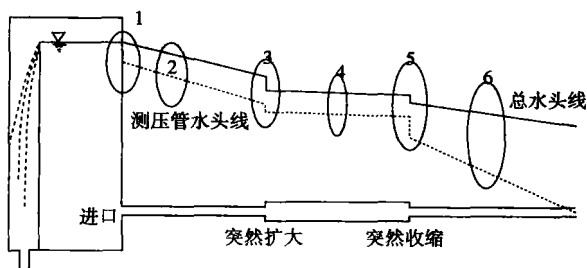

图 10-10
16. 图 10-10 所示水头线, () 处有错。
A. ①②⑥处
B. ②④⑥处
C. ①③④处
D. ①②③⑥处